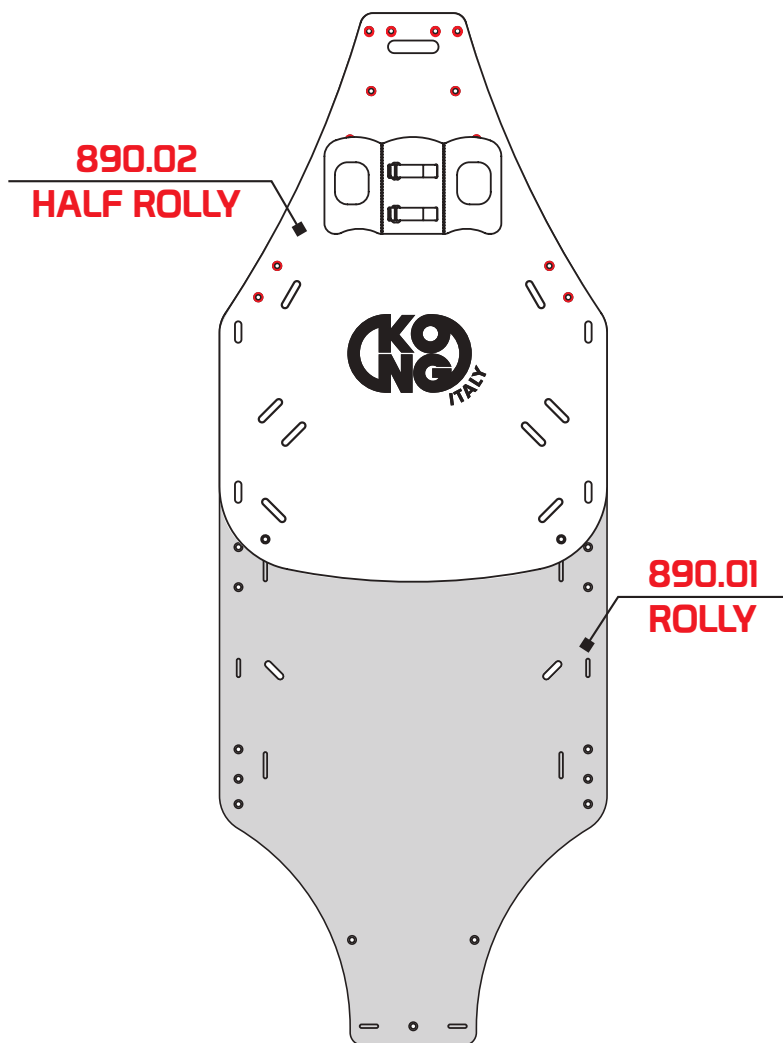
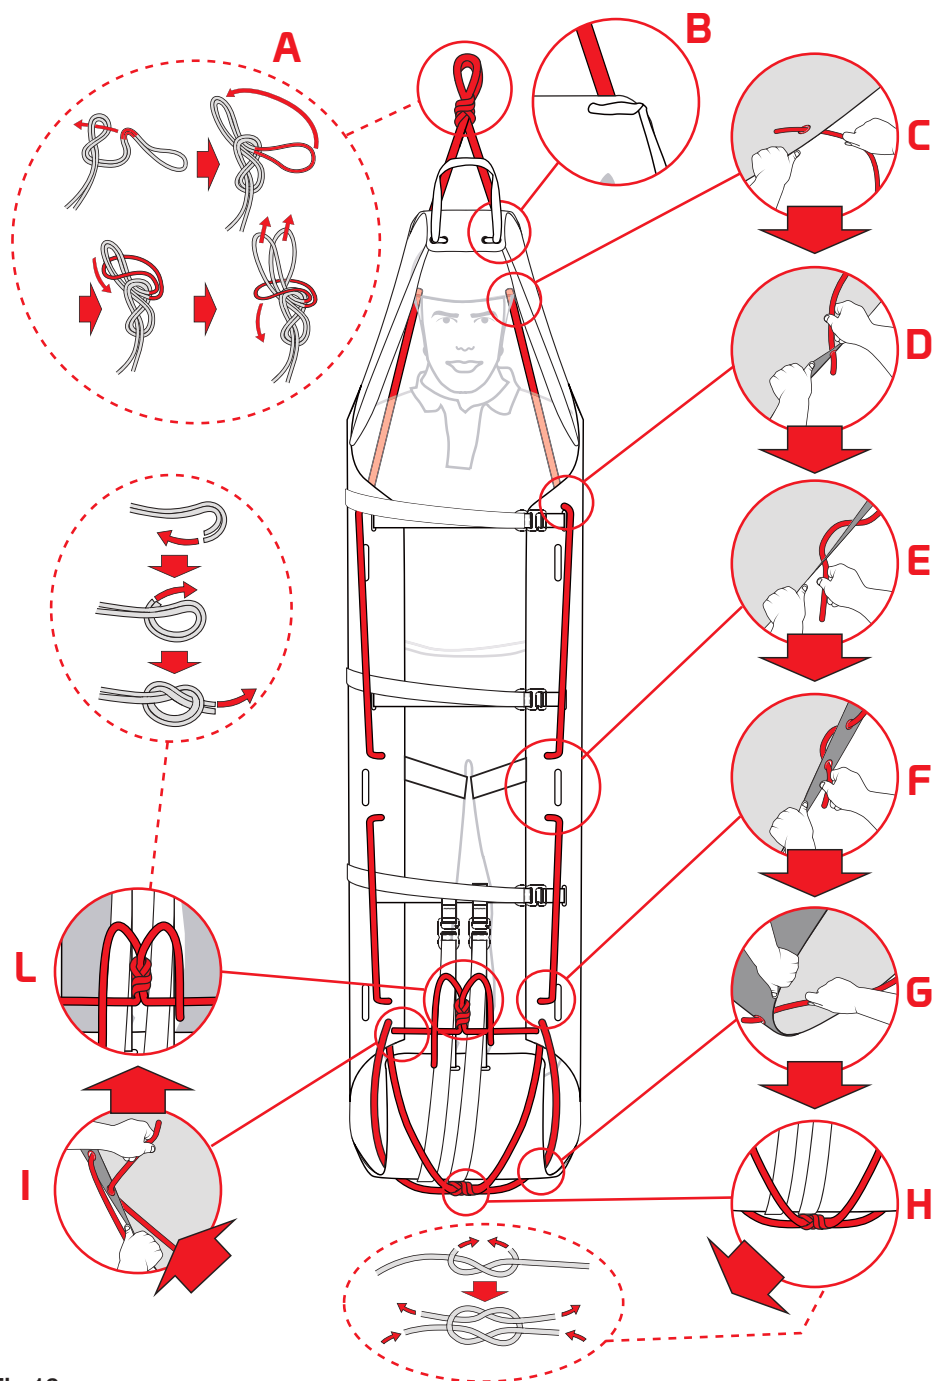

Fig.18
Fig.19
- b) sovrapporre il telo **"HALF ROLLY"** con il paziente immobilizzato, verificare l'allineamento dei fori (fig. 18) e inserire la corda (M) – fig. 19.